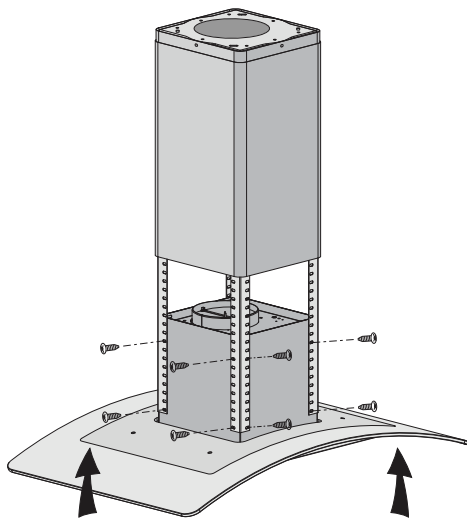

Figure 8
- Utilisez des vis de montage M4 × 10 mm de 16 pièces pour fixer la hotte dans les coins de fer (voir figure 8).